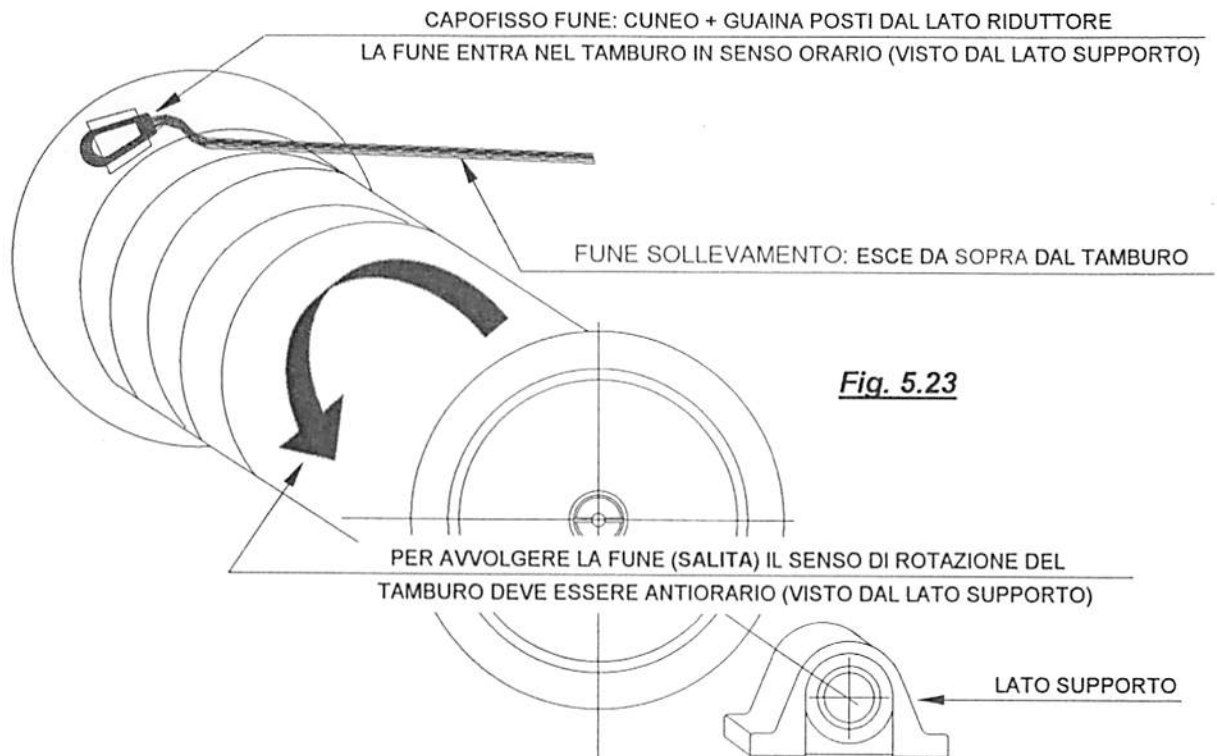

Fig. 5.23
- Entrare con la fune da sopra nel tamburo, dal lato riduttore e eseguire il capofisso mediante un collegamento cuneo + guaina, così come indicato alla **Fig. 5.23**. Con il movimento SALITA sulla pulsantiera, raccogliere la fune sul tamburo fino a lasciare un tratto di **circa 60 metri** oltre la carrucola di rinvio in punta braccio, necessario a completare il giro di ritorno sotto al braccio.